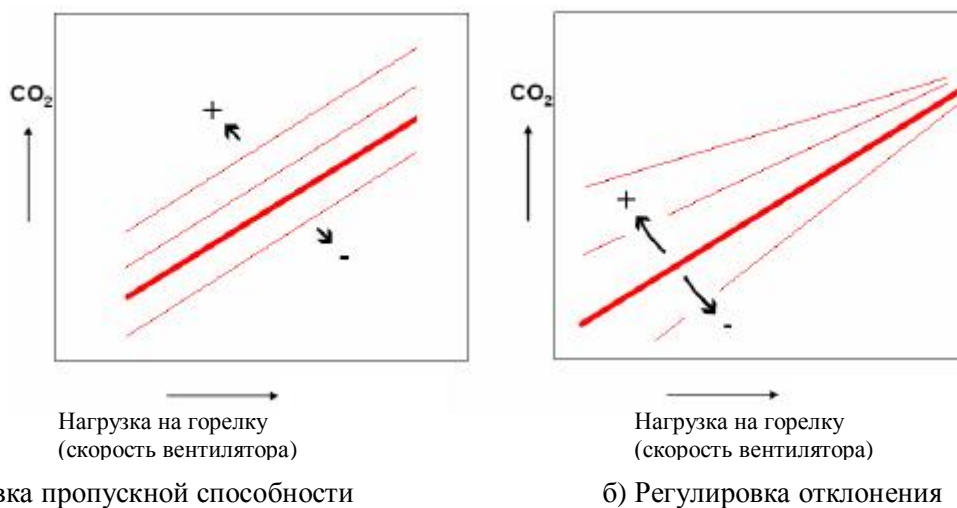

Рис. 30
- После проведения регулировок необходимо заново проверять уровень CO₂ при минимальной и максимальной нагрузках (Рис. 30).
В связи с разницей между максимальным и минимальным уровнем CO₂, необходимо следить за уровнем отклонения (Рис. 30а). Даже если уровень CO₂ в норме, необходимо проследить за уровнем отклонения.